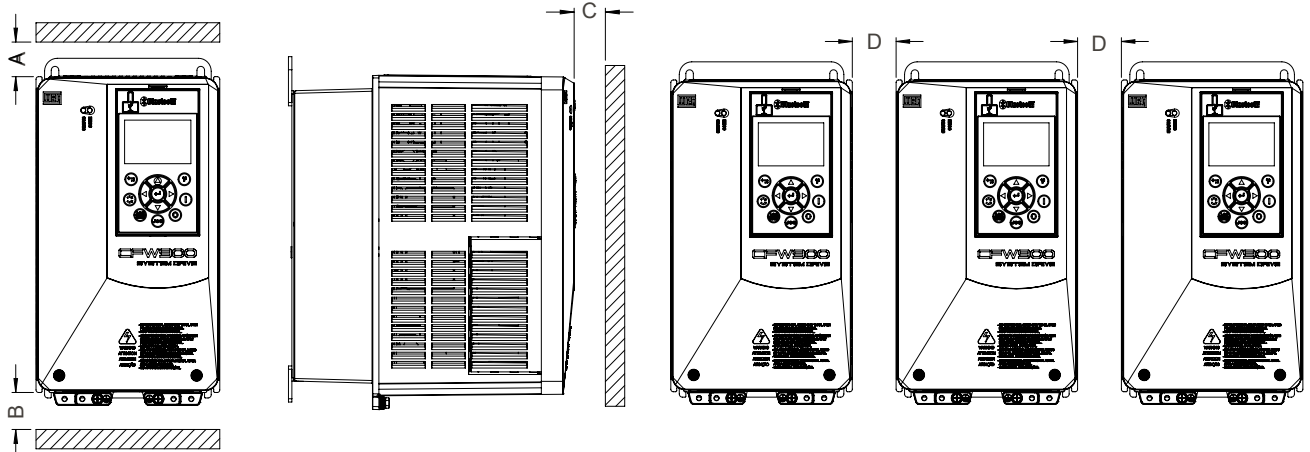

Figura 3.2: Espacios libres para ventilación
Para permitir la circulación del aire de refrigeración del convertidor es necesario dejar como mínimo los espacios libres especificados en la Figura 3.2 en la página 21 y Tabla 3.3 en la página 21.
- Cuando un convertidor sea instalado encima de otro, usar distancia mínima $A + B$, conforme la Figura 3.2 en la página 21, y desviar del convertidor superior el aire caliente proveniente del convertidor de abajo.